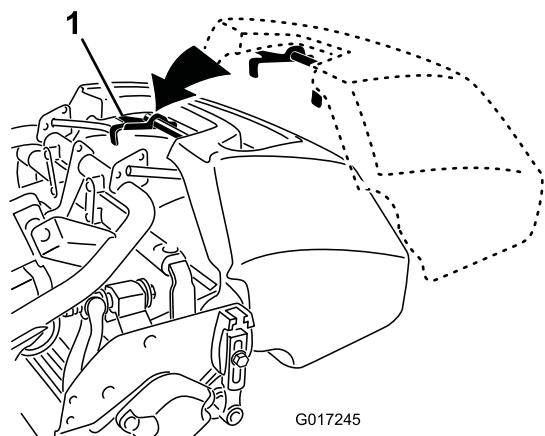

Figure 19
- Saisissez le bac par la poignée (Figure 19).
2. Guidez le bord du bac entre les plaques du plateau de coupe et par dessus le rouleau avant (Figure 19).
3. Placez les crochets du bac par dessus la boucle du cadre du cadre (Figure 19).